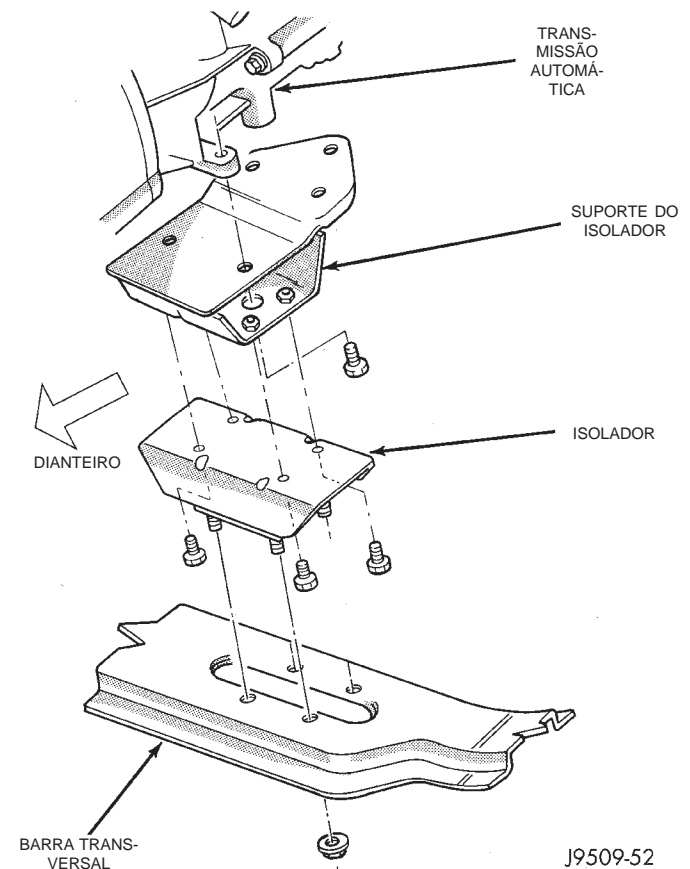

Fig. 21 Isolador Traseiro — Veículos 4WD (Tração nas 4 Rodas)
(1) Desconecte o cabo negativo da bateria.
(2) Levante o veículo sobre um içador.
(3) Sustente a transmissão com um macaco de transmissão.
(4) Remova as porcas do prisioneiro que prende o isolador na barra transversal (Fig. 21).
(5) Levante LEVEMENTE a parte traseira da transmissão.
(6) Remova os parafusos que prendem o isolador no suporte (Fig. 21). Remova o isolador.
(1) Se o suporte do isolador foi removido, instale o suporte na transmissão (Fig. 21). Aperte os parafusos com um torque de 28 N·m (250 pés-lb.).
(2) Instale os parafusos que prendem o isolador no suporte. Aperte os parafusos com um torque de 28 N·m (250 pés-lb.).
(3) Abaixar a parte traseira da transmissão enquanto alinha os prisioneiros no suporte de montagem. Instale as porcas do prisioneiro e aperte com um torque de 28 N·m (250 pés-lb.).
(4) Remova o macaco de transmissão.
(5) Abaixar o veículo.
(6) Conecte o cabo negativo à bateria.